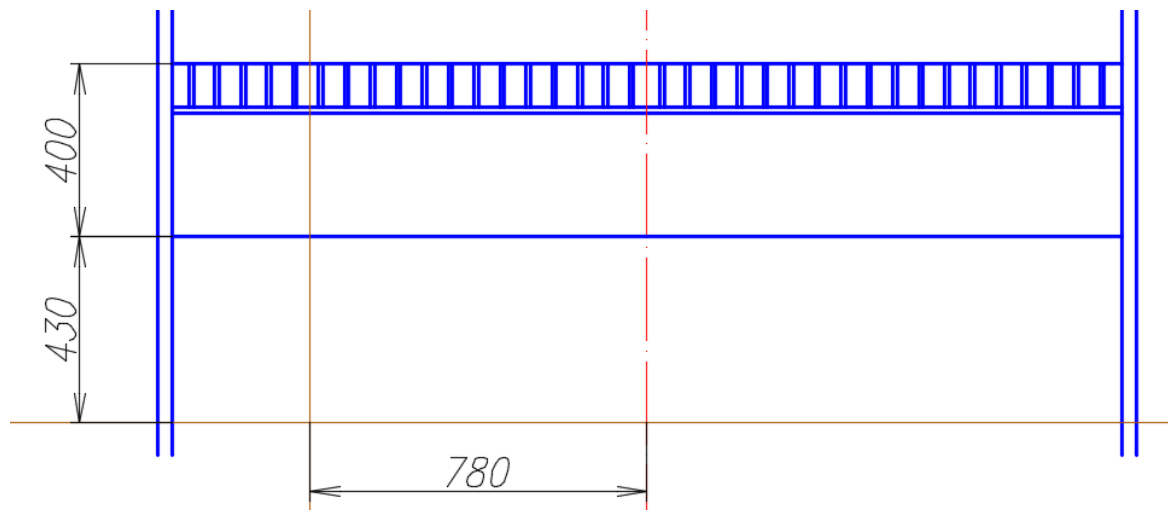

Рис. 84. Вспомогательные построения схемы перераспределительного устройства
5.1 На расстоянии 400 мм от верхнего края распределительной решетки начертить горизонтальный отрезок. Вычертить горизонтальную и вертикальную прямые (Прямая → Отступ) по размерам, данным на рис. 84.